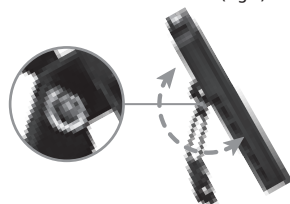

Fig. 2
- 5.- Ajuste el ángulo deseado, aflojando los tornillos laterales del reflector. (Fig.2)